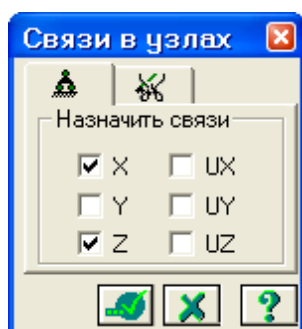

Рис.8.7. Диалоговое окно **Связи в узлах**
- С помощью пункта меню **Схема** ⇒ **Связи** (кнопка  на панели инструментов) вызовите диалоговое окно **Связи в узлах** (рис.8.7).